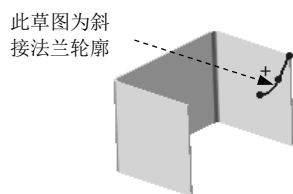
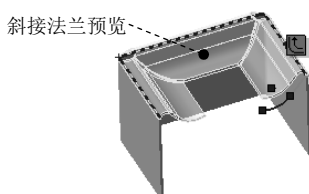
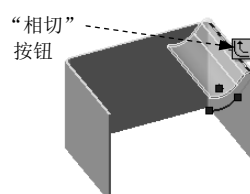

图 10.2.45 定义斜接法兰轮廓
图 10.2.46 斜接法兰的预览
图 10.2.47 定义边线
(1) 定义斜接法兰轮廓。选取如图 10.2.45 所示的草图为斜接法兰轮廓，系统将自动预览如图 10.2.47 所示的斜接法兰。
(2) 定义斜接法兰边线。单击如图 10.2.47 所示的“相切”按钮 ，系统自动捕捉到与默认边线相切的所有边线，图形中会出现图 10.2.46 所示的斜接法兰的预览。
(3) 设置法兰位置。在“斜接法兰”对话框中的 **法兰位置(L):** 区域中单击“材料在外”按钮 。
(4) 定义缝隙距离。在“斜接法兰”对话框中的“缝隙距离”文本框中输入数值 0.10。